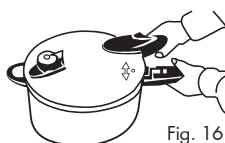

Fig. 16
3. Allineare il segno "●" sul coperchio con il segno "▲" sul manico della pentola (parte 13) e aprire il coperchio (Fig. 16).